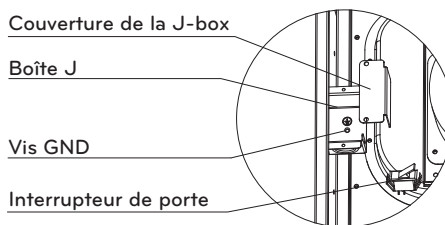

Fig. 9-1 Boîte en J
1. Retirez et conservez les deux vis qui maintiennent la J-Box. (Voir Fig. 9-1.)
Boîtier électrique fourni sur le four Support J-Box Voir Fig. 9-1.
Boîtier électrique côté boîtier du four. Voir Fig. 9-1 et Fig. 9-3.
4. Retirez et conservez les deux vis qui maintiennent J-Box. (Voir Fig. 9-1.)